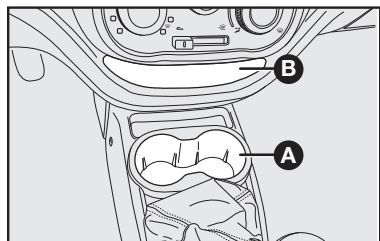
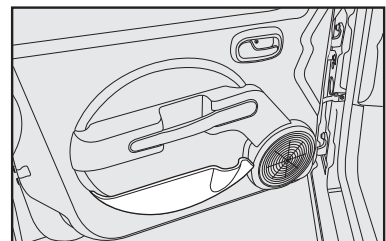
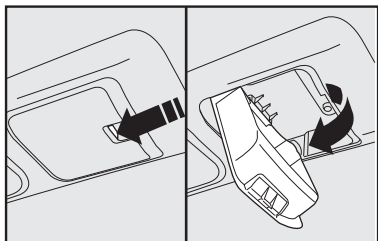

fig. 68
fig. 71
fig. 72
No console central existem duas sedes para colocar, com o veículo parado, copos ou latinhas **A-fig. 68**. Não coloque objetos cuja altura poderia interferir no manuseio da alavanca de câmbios (ex.: garrafas de água).
Em algumas versões, estão disponíveis porta-garrafas localizados nos painéis das portas dianteiras **fig. 71**.
- no painel **B-fig. 68 e 70**, painéis de portas **fig. 71** e no teto do veículo **fig. 72**;